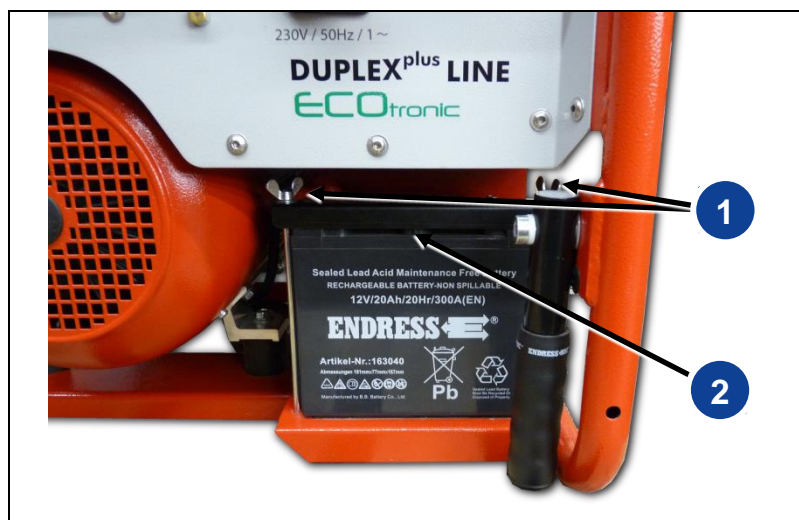

Abb. 6-2: Batterie wechseln
2. Die beiden Flügelmuttern (Abb. 6-2-(1)) lösen, so dass der Batteriehalter (Abb. 6-2-(2)) entfernt werden kann.